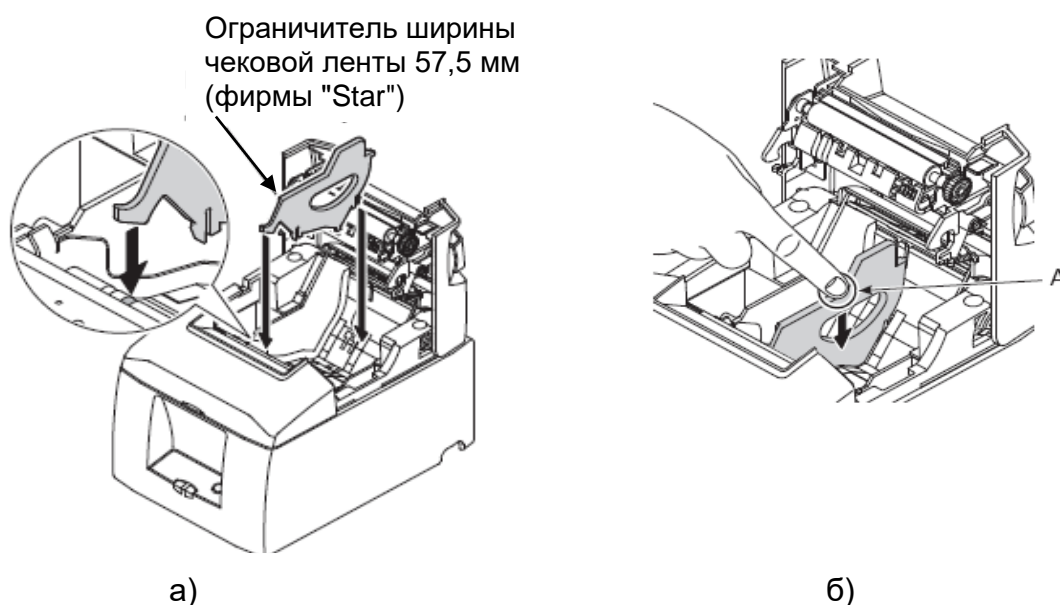

Рисунок 7.7 – Установка ограничителя ширины чековой ленты в отсек чековой ленты
7.4.3 При использовании бумаги шириной 57,5 мм требуется установка ограничителя ширины чековой ленты в отсек чековой ленты (Рисунок 7.7). Кроме того, в ККТ необходимо установить параметр, управляющий шириной печати на чековой ленте (команда "Программирование параметров документов" описана в "Инструкции по программированию" ДШСЗ.021.071 И1).
При использовании бумаги шириной 57,5 мм установить ограничитель ширины чековой ленты в паз на принтере, маркированный "Δ58" (Рисунок 7.7 а)). Нажимать на ограничитель ширины чековой ленты в области с отметкой "А" (Рисунок 7.7 б)) до тех пор, пока ограничитель не встанет на свое место с характерным щелчком.